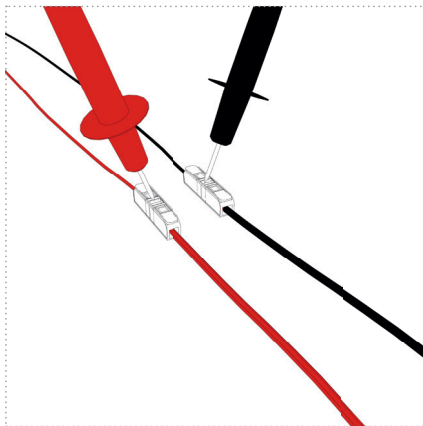

Abbildung: 20
4. Stecken/drehen Sie die Sicherung des Stromkreises der UV-Einheit wieder ein und überprüfen sie auf die korrekte Netzspannung an den Prüföffnungen der Verbindungsklemmen (Abbildung 20).